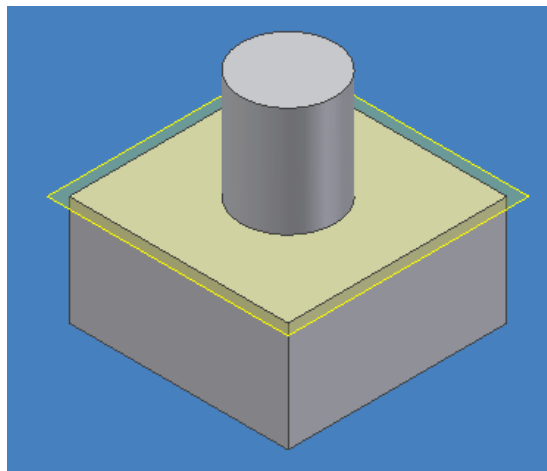

Figura 3.65 División de dos sólidos por medio de un plano de trabajo.
- Genere dos sólidos como se muestra en la figura 3.65 y el plano de trabajo que las divide.